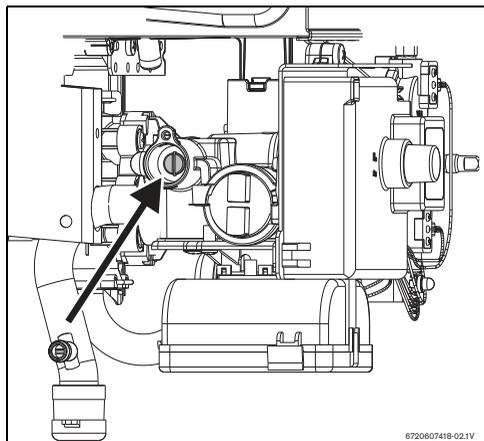

Рис. 14 Винт регулировки макс. расхода газа
- ▶ Снять пломбу с регулировочного винта (рис. 14).
- ▶ При помощи регулировочного винта (рис. 14) отрегулировать давление перед форсункой по таблице 7.